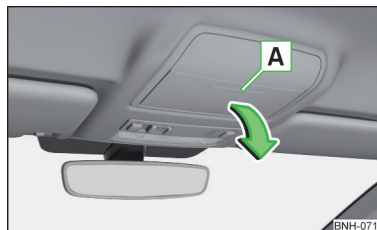

Fig. 90
- › Pentru **deschidere**, apăsați pe capacul compartimentului pentru ochelari în zona **A**. Compartimentul se rabatează în sensul săgeții » fig. 90.